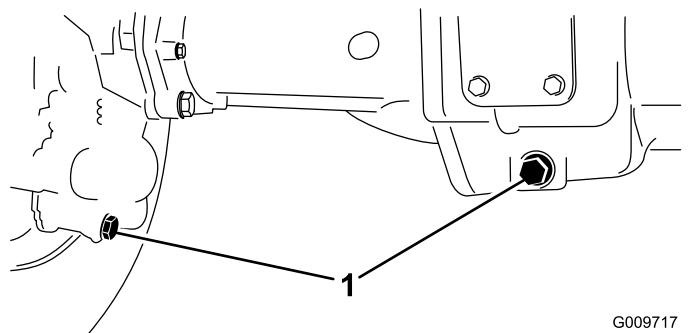

图 73
2. 清洁 3 个排油塞的周边区域——两端各 1 个中间 1 个 (图 73)。